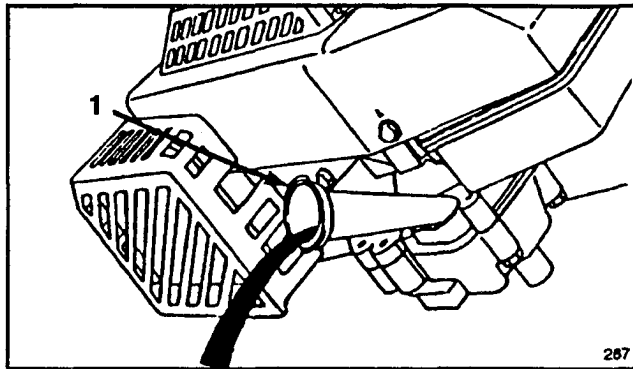

Abbildung 15
- Den Mäher auf die linke Seite kippen, damit das Öl in die Wanne ablaufen kann (Abb. 15).